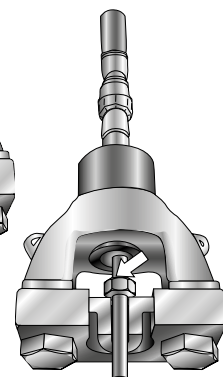

Figure 4
- Fermez la soupape de décompression sur le côté de la pompe manuelle. Pompez à la main jusqu'à ce que le vérin atteigne la butée positive. Vous sentez alors une résistance au niveau de la poignée. L'écrou repose contre l'épaulement de la matrice corps (figure 4).